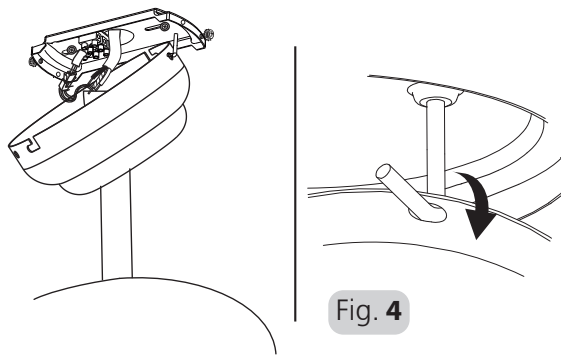

Fig. 4
1. Hängen Sie den Ventilator an den Haken der Halterung, indem Sie eines der Löcher an der Oberseite der oberen Abdeckhaube verwenden. Siehe Abb. 4.
1. Hang the fan onto the bracket hook by using one of the holes at the top of the upper canopy. Refer to Fig 4.
1. Suspendez le ventilateur au crochet du support via l'un des trous situés en haut du boîtier supérieur. Voir Figure 4.
1. Hang de ventilator aan de beugelhaak met behulp van een van de gaten aan de bovenkant van de plafondkap. Zie Fig. 4.
1. Pendure a ventoinha no gancho do suporte utilizando um dos furos na parte de cima da cobertura superior. Consulte a Fig 4.
1. Подвесьте вентилятор на крюк кронштейна, пользуясь одним из отверстий на верхнем колпаке. См. рис. 4.
1. Zawiesić wentylator na haku uchwyty przy użyciu jednego z otworów wykonanych w osłonie górnej. Patrz rys. 4.